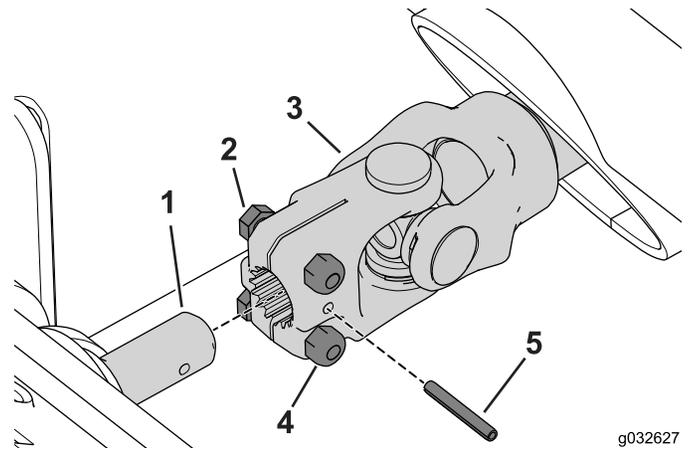

Figura 79
- Allineate i fori dei perni a rullo e fate scorrere la forcella della PDF sull'albero della PDF sul telaio invernale (Figura 79).
- Montaggio del perno a rullo (Figura 79).